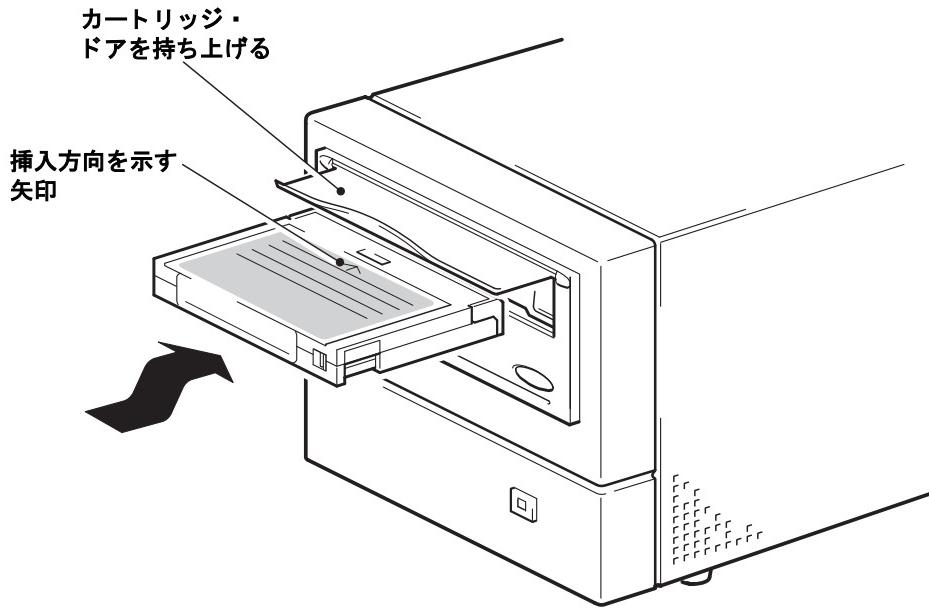

図 7a: カートリッジのロード
- 1 テープ・ドライブの前面にあるカートリッジのふたを上げ、白い矢印がついている面が上に来るようカートリッジを持ち、ドライブの前面にあるスロットに矢印の方向に挿入します。カートリッジがロードされ始めるまで、静かに押し込みます。（図 7a を参照）。